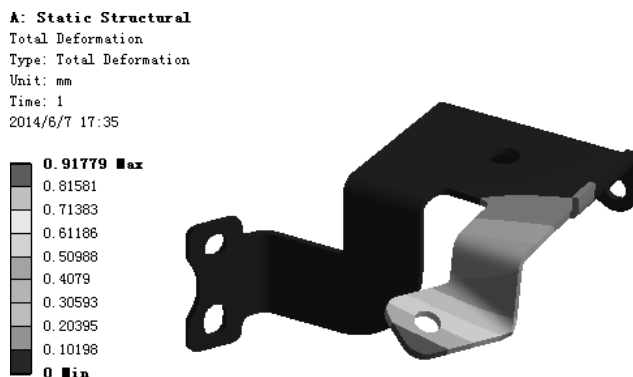

图 7.9.7 位移变形结果图解
(3) 查看位移变形结果图解。在“Outline”窗口中选中 **Total Deformation**，查看图 7.9.7 所示的位移变形结果，其最大位移为 0.91779 mm。